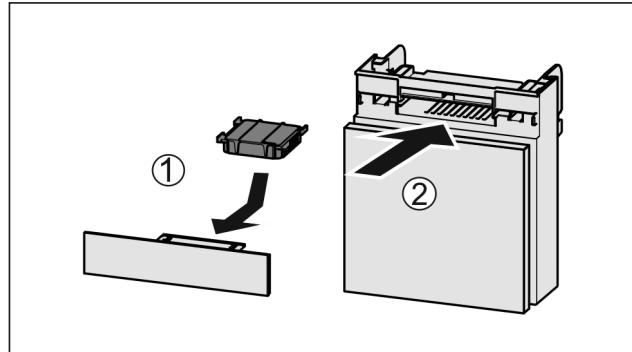

Fig. 141
- Vložte aktívny uhlíkový filter podľa obrázka Fig. 141 (1).
► Zasuňte zásuvku Fig. 141 (2).